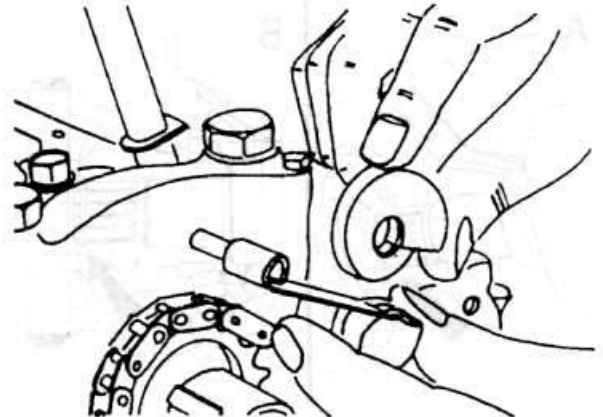

Рис. 2.17
- ♦ Снимите рычаг натяжителя со штифта на крышке первого подшипника коленвала. Снимите натяжитель цепи (рис. 2.17).